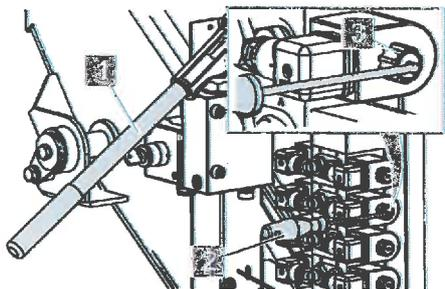

Abb. 87: Ventil betätigen
- Das gewünschte Ventil (Abb. 87/3) durch Eindrücken mit dem Bedienhebel (Abb. 87/2) betätigen und gleichzeitig mit der Handpumpe (Abb. 87/1) pumpen.